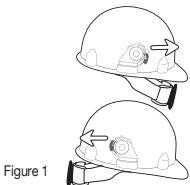

Figure 1
1. Le casque de protection peut être porté le bord vers l'avant ou l'arrière. Insérer les lames dans les fentes du casque en maintenant le bouton face à l'arrière de la suspension, comme à la (Figure 1).